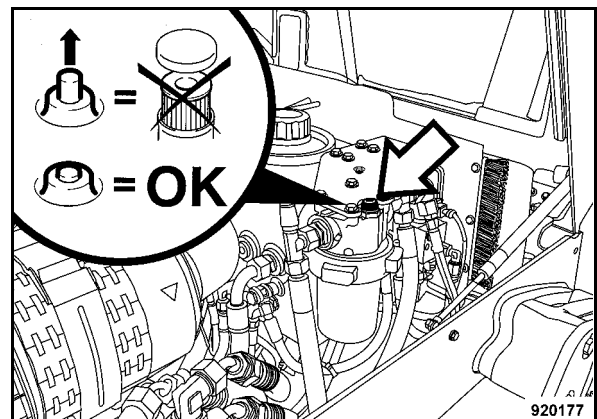

Fig. 94
- Controlar la indicación de mantenimiento 1 (Fig. 94) a la temperatura de servicio y con el motor al máximo de revoluciones.